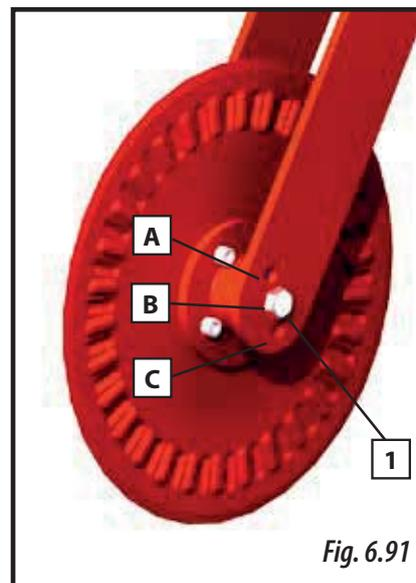

Fig. 6.91
- 1- Sacar la tuerca (1, Fig. 6.91), sujetar el disco con una mano y con la otra mano sacar el tornillo.